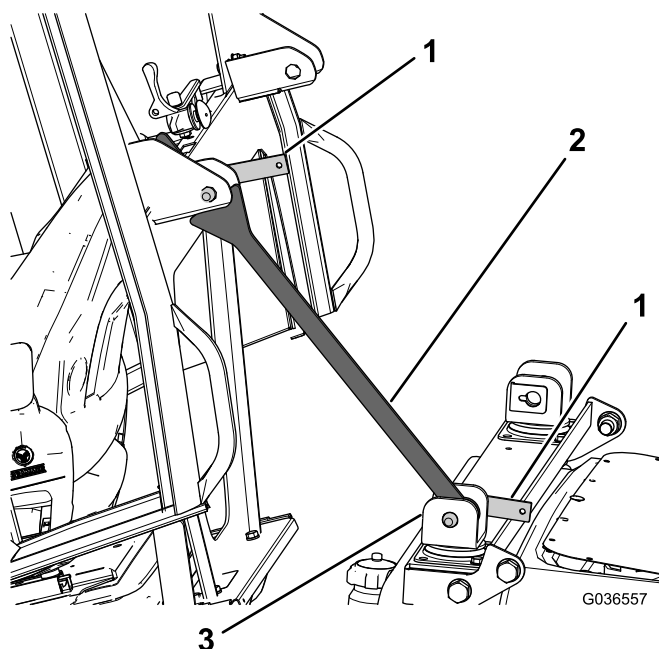

Figura 14
- C. Una volta fissata la staffa del supporto di sicurezza, ruotate la staffa della traversa verso la cabina, in modo che poggi contro la staffa sulla parte posteriore della cabina (Figura 14).
- D. Inserite la leva di bloccaggio rimanente attraverso la staffa superiore per assicurarvi che la staffa del supporto di sicurezza rimanga in posizione (Figura 14).